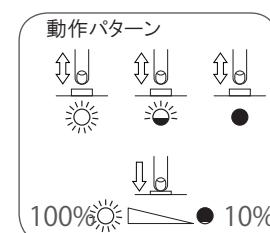

図1
2. キャップにシリンダーをセットし、取付ネジ(3本)で固定してください。(図1)